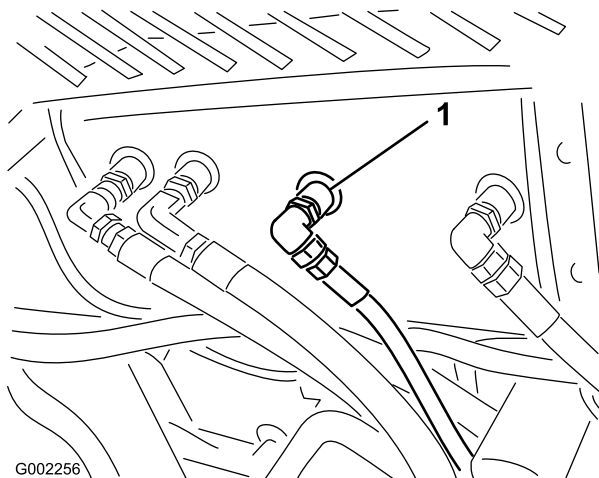

Figura 58
2. Limpie la zona alrededor del acoplamiento de uno de los manguitos hidráulicos, en la parte inferior del depósito de aceite hidráulico (Figura 58).
4. Retire el acoplamiento del manguito del depósito y deje fluir el aceite al recipiente (Figura 58).